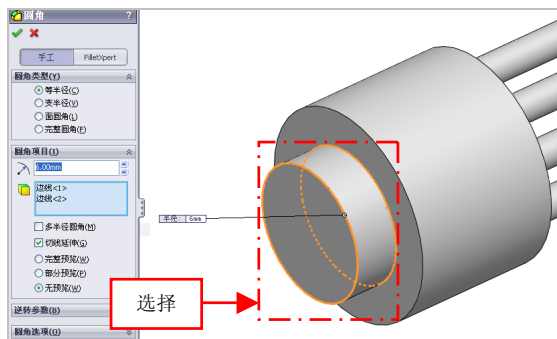

图 16-12 选择合适的边对象
(4) 单击【圆角】按钮，弹出【圆角】属性管理器，设置【半径】为 6，依次选择合适的边对象，如图 16-12 所示。